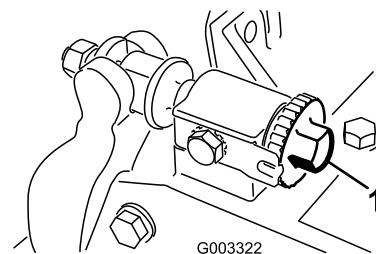

Figure 30
1. Séparez le cylindre et la contre-lame en tournant les boutons de réglage de la contre-lame (Figure 30) dans le sens anti-horaire jusqu'à ce que les deux pièces ne soient plus en contact.